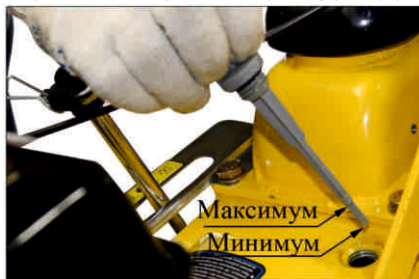
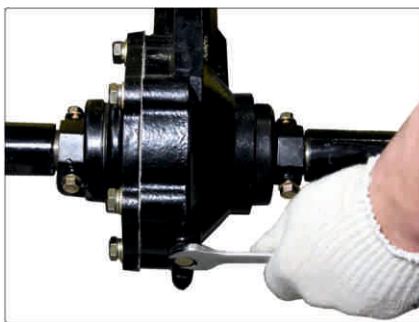

Рис.11
Рис.12
- Для этого установите мотоблок на ровной, горизонтальной поверхности извлеките масляный щуп (рис.11).
- Извлеките масляный щуп, проверьте уровень масла, при низком уровне – долейте масло до нужного уровня по меткам на щупе (рис.11). При высоком уровне – слейте лишнее масло, отвернув маслосливную пробку 1 редуктора (рис.12).
- Отверните сливную пробку (рис.12) и слейте масло из редуктора в подставленную емкость.